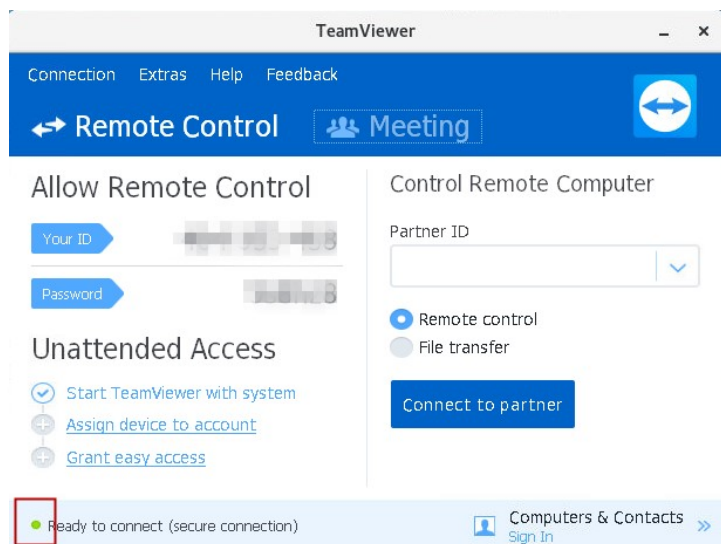

图 6-4
- 2) 连上外网后，检查远程协助软件 Teamviewer 是否正常工作，如果 Teamviewer 无法正常工作，尝试关闭程序并重新打开。如未成功，请重启计算机再次尝试。Teamviewer 界面显示绿点说明运行正常，如图 6-4 所示。